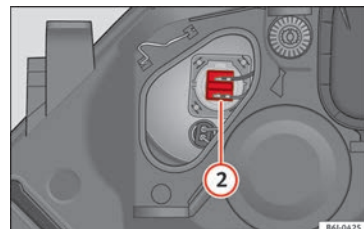

Fig. 183 Luz de carretera.
- Extraiga el conector » fig. 183 (2) tirando hacia afuera.